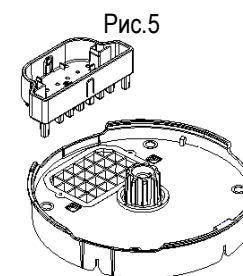

Рис.5
Примечание: Чтобы легко убрать остатки продуктов с насадки для нарезки кубиками, используйте прилагаемый толкатель (19) (Рис. 5)